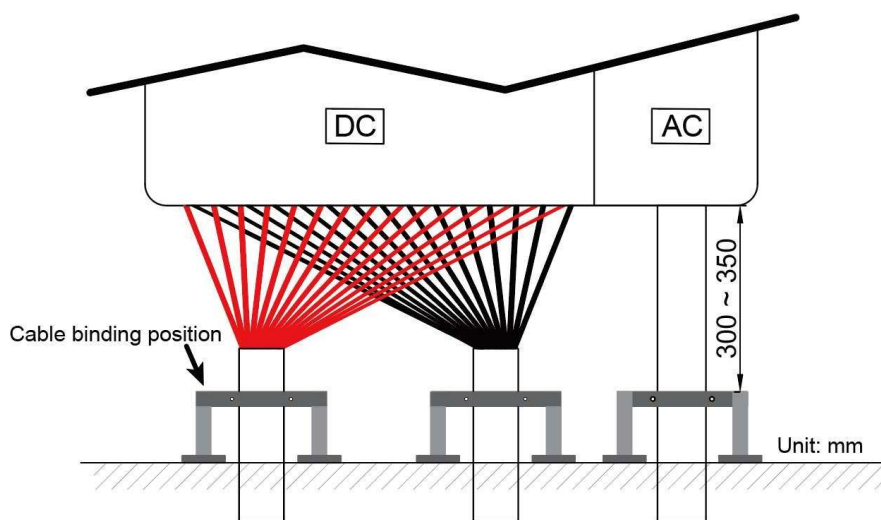

Fig. 4-20 Prenda os cabos
- Prenda os cabos em posições a 300 ~ 350 mm de distância dos conectores CC e das placas de vedação CA (consulte a Fig. 4-20). Caso contrário, os cabos oscilantes podem soltar os conectores ou as placas de vedação, o que pode afetar o grau de proteção do inversor.